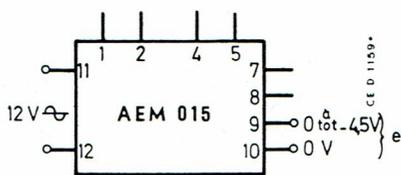

Fig. 14 — Commande automatique ou commande asservie
3. Commande de phase asservie — figure 14